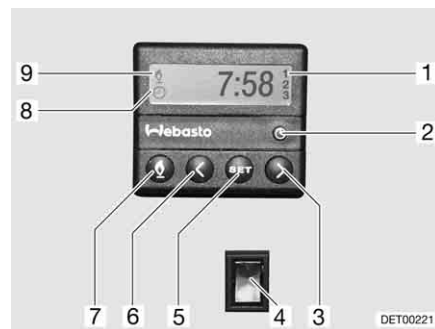

Fig. 94 Centralina di controllo per riscaldamento fisso
- Premere il tasto (Fig. 94,7). Il funzionamento del riscaldamento viene indicato con il simbolo (Fig. 94,9). La ventola viene inserita solo quando la temperatura dell'acqua di raffreddamento è pari a 30 °C.
- Premere il tasto (Fig. 94,7). Il simbolo (Fig. 94,9) si spegne.
- Premere l'interruttore (Fig. 94,4) in basso. Il motore viene preriscaldato. La ventola viene inserita immediatamente.
- Premere l'interruttore (Fig. 94,4) in alto. Il motore rimane freddo.
- Premere il tasto (Fig. 94,2). L'impostazione dell'ora viene indicata con il simbolo (Fig. 94,8).
- Impostare l'ora con i tasti (Fig. 94,3 e 6).
- Premere il tasto (Fig. 94,5).
- Impostare l'orario di accensione con i tasti (Fig. 94,3 e 6) entro 10 secondi.
- Premere il tasto (Fig. 94,5) fino a che nel display (Fig. 94,1) non appare il numero di programmazione desiderato.